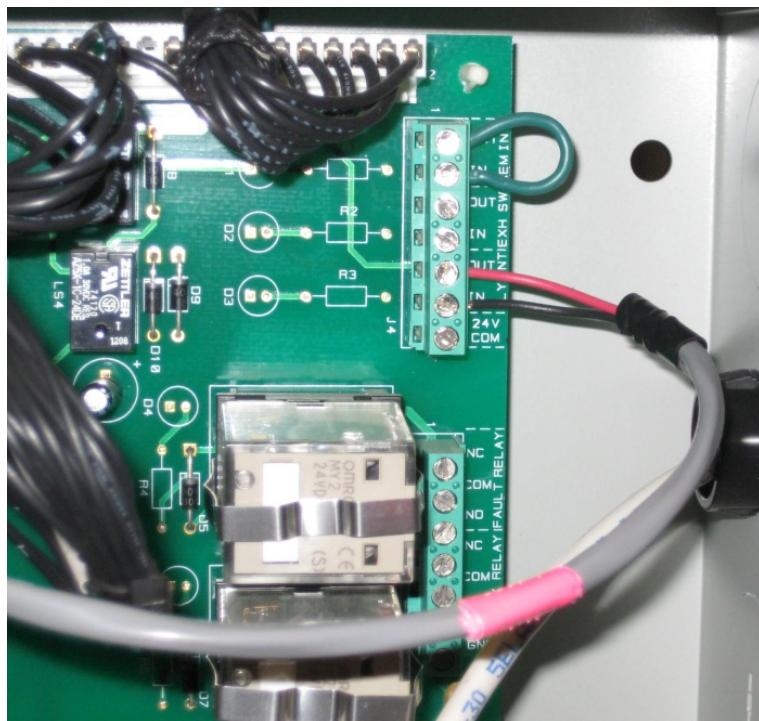

图 2-14：顺序隔离阀已经安装
2. 锅炉的 Shell Harness (外壳线束) 有一条未使用的电缆。电缆的一端连接到 I/O 板上的 DELAYED INTERLOCK (延迟联锁) 端子 (参见图 2-14)，而另一端则包含一个其中插入了跳线的 Molex 连接器 (此跳线使得没有顺序隔离阀的设备可以正常工作)。找到在设备的外壳内电缆的自由端。